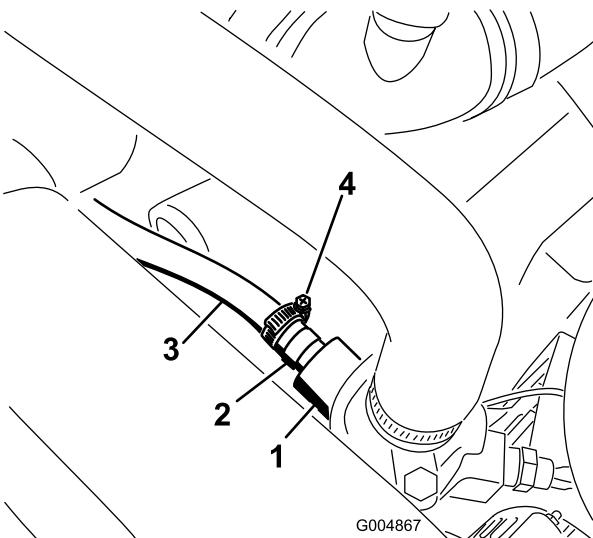

Bild 16
2. Montieren Sie das Anschlussstück des Schlauchadapters im Motorthermostatgehäuse (Bild 16).
4. Befestigen Sie das lose Ende des Druckschlauchs am Adapteranschlussstück des Motorthermostatgehäuses (Bild 16).
Hinweis: Befestigen Sie den Schlauch mit einer Schlauchklemme am Adapteranschlussstück. Verlegen Sie den Schlauch unter dem Luftfilter, wie in Bild 16 abgebildet.
Hinweis: Verlegen Sie die Schläuche nicht in der Nähe von heißen, sich bewegenden oder scharfen Bauteilen. Binden Sie die 2 Kupplungsschläuche mit einer Kabelbinde zusammen, wie in Bild Bild 16 abgebildet.